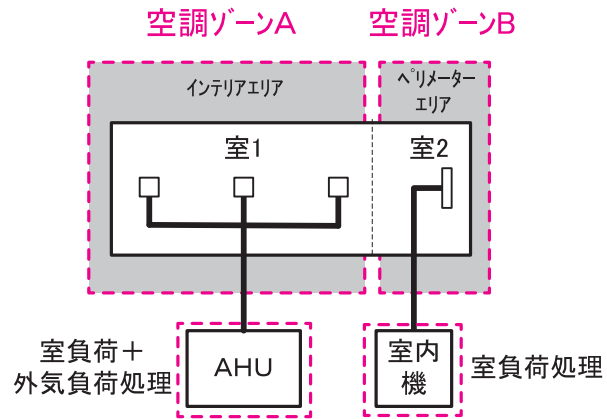

図 2-2-10 一つの空間に中央熱源方式と個別分散方式が混在する場合
- 一つの空間に中央熱源方式と個別分散方式が混在する場合は、各空調機の系統で室を分け、分けた室それぞれを「空調ゾーン」として定義する。(図 2-2-10 「一つの空間に中央熱源方式と個別分散方式が混在する場合」)